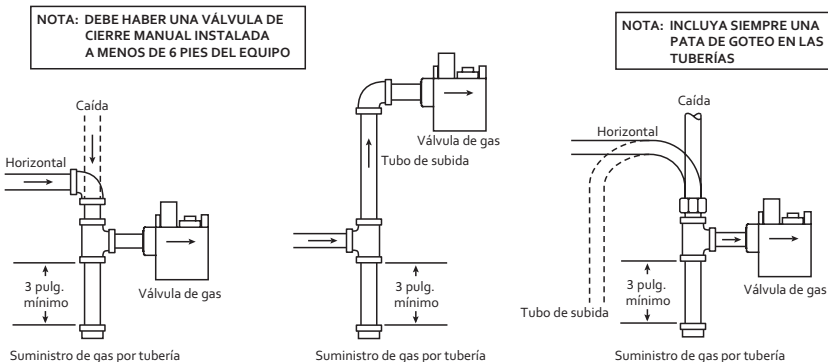

Fig. 2 – Tubería de válvula de gas típica
5. Aplique compuesto sellador para tuberías **aprobado para todos los tipos de gases, sólo a las roscas macho de las uniones. NO aplique compuesto a las primeras dos roscas** (vea en la fig. 2 las conexiones de tuberías típicas).